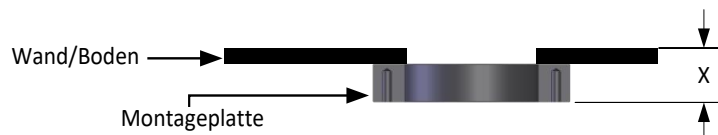

Abbildung 27: Messung der Einführtiefe
1. Sobald die Montageplatte an die Einbauposition über dem entsprechend dimensionierten Loch geschweißt worden ist, sollte der Abstand von der Außenfläche der Montageplatte zur Innenwand (x) gemessen werden (Abbildung 27).